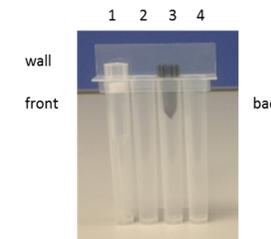

Abbildung 12: Anordnung der Spitzen in der Pipettenspitzen-Kassette
Sicherstellen, dass die Spitze (1) und die Durchstechspitze (3) wie in der folgenden Abbildung dargestellt eingesetzt sind (siehe Abbildung 12).